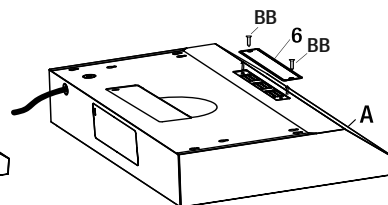

Fig. 12
- Si vous avez choisi une ventilation intérieure, dévisser les deux vis qui retiennent le couvercle (6) et enlever le couvercle comme sur la Fig. 12. Ne pas enlever aucun autre pièce. **NE PAS DÉFONCER D'AUTRES DISQUES DE VENTILATION.**